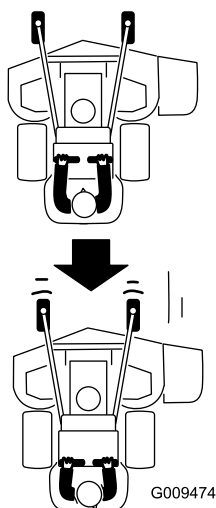

Figure 22
2. Tirez les leviers de commande de déplacement lentement en arrière (Figure 22).